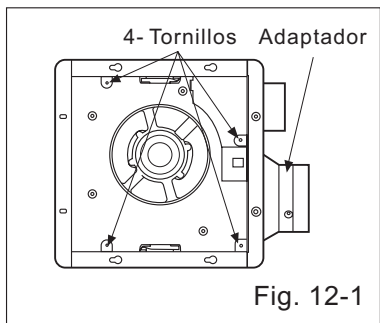

Fig. 12-1
1. Afloje 4 Tornillos (pero no los quite del soplador). (Fig. 12-1)